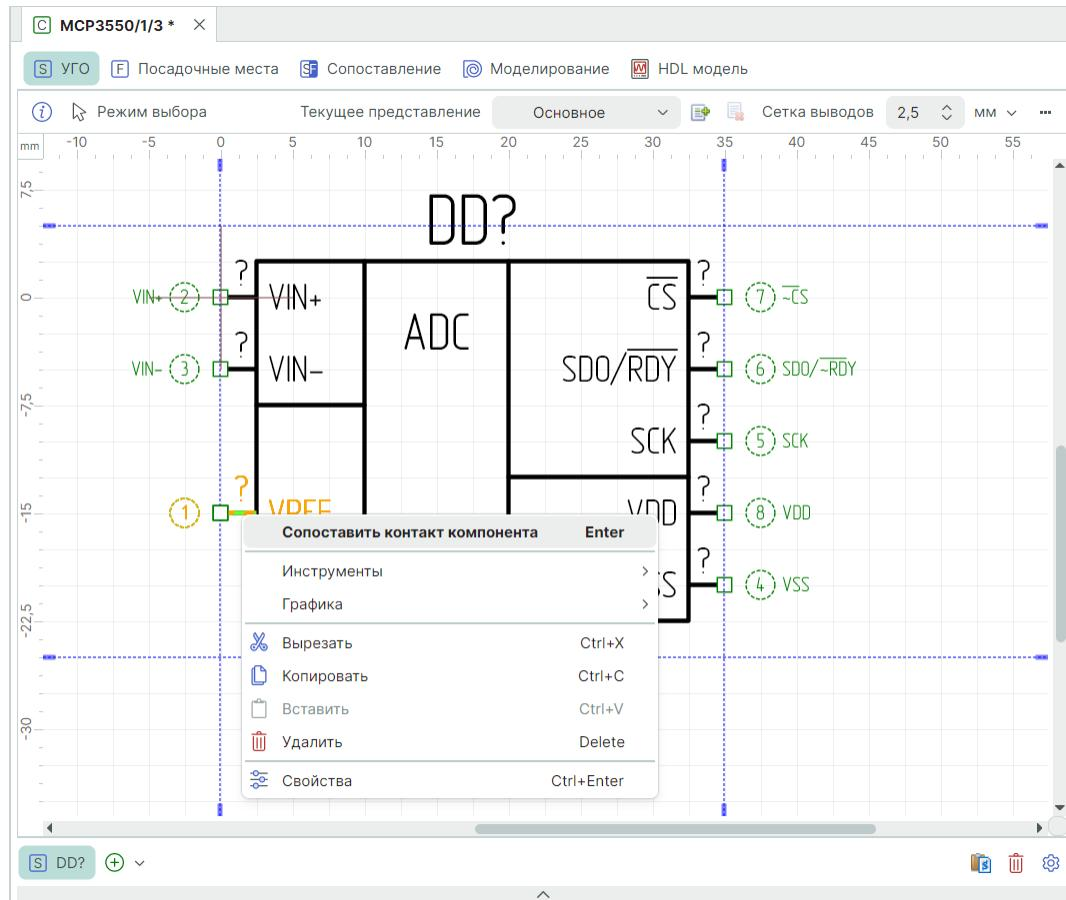

Рис. 274 Сопоставление вывода через контекстное меню
- В контекстном меню выберите «Сопоставить контакт компонента», см. Рис. 274.